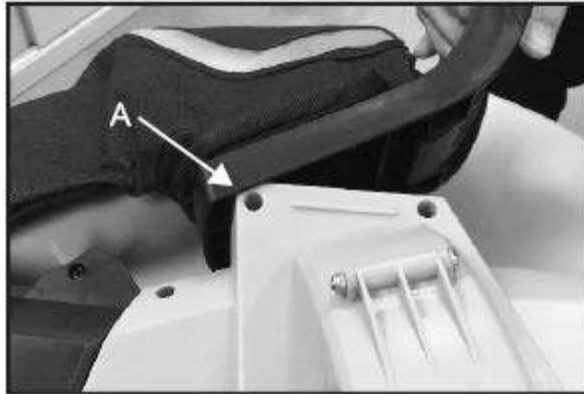

Bild 3A
1. Legen Sie die Schnalle (A) des Tragrahmens in die Öffnung am Gehäuse. Der Rahmen wird auf der Position klicken, wenn er richtig installiert ist. (Bild 3A)